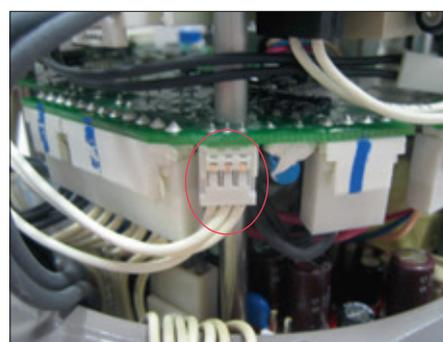

Figura 36
- Collegare il cavo con connettore a 3 pin del modulo OM13 alla scheda logica (Figura 36).